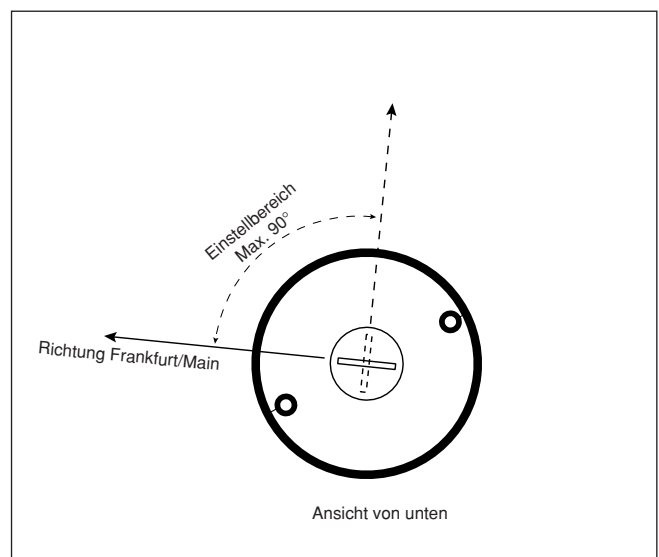
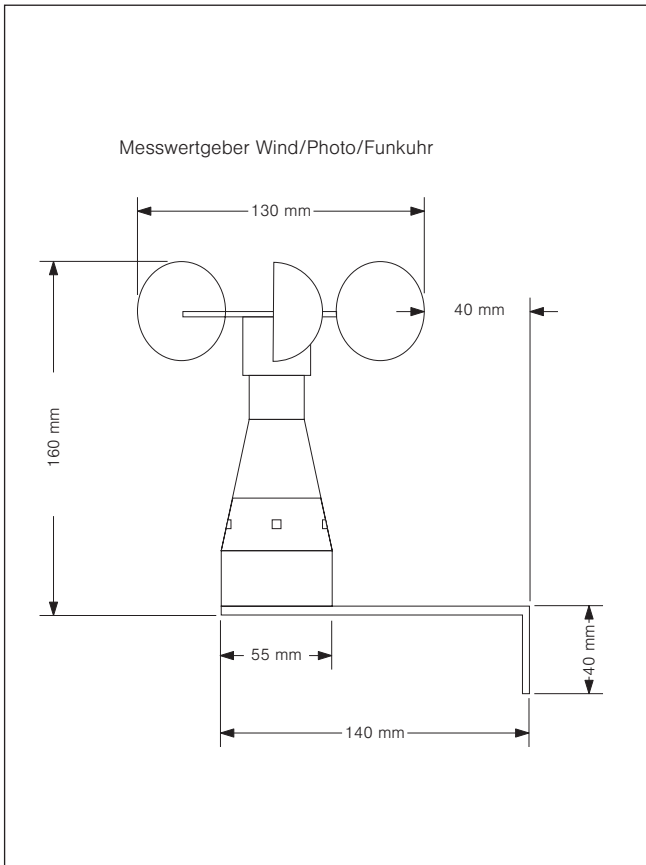
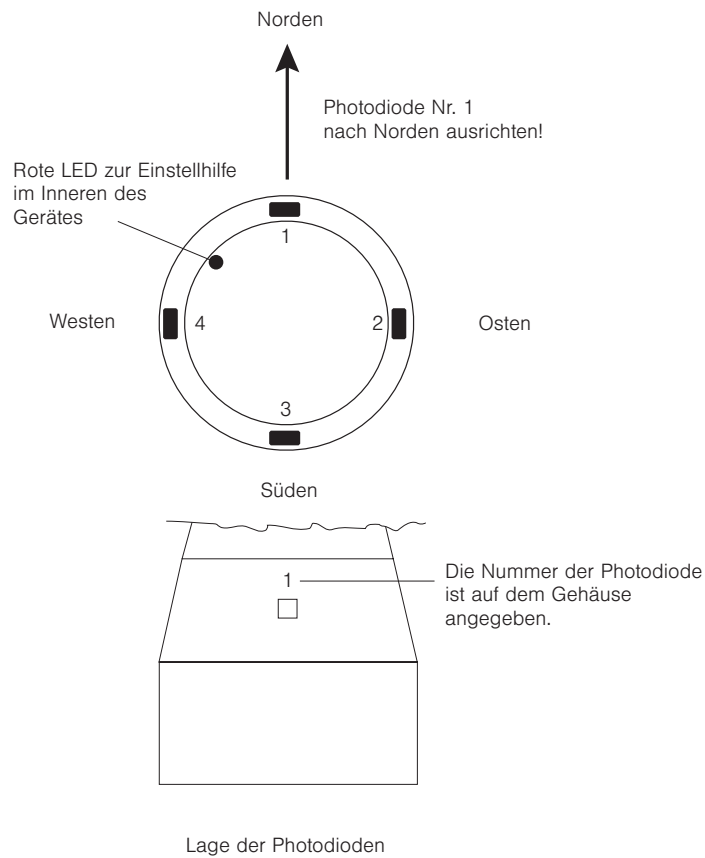

Abb. 2 Ausrichtung der Empfangsantenne
Abb. 4 Abmessungen
Abb. 6 Elektrischer Anschluss / Zuordnung der Adernfarben zu den einzelnen Photodioden
- Testen Sie vor der Montage des Messwertgebers den Montageort unbedingt auf seine Empfangsfähigkeit! Bestandteil des Gerätes ist eine Empfangsantenne, deshalb sollte es grundsätzlich mindestens 0,5 m von Steuergerät und 230 V AC Leitungen entfernt montiert werden. Am Gehäuseboden befindet sich eine weiße Kunststoffscheibe mit Nut. Durch Drehen der Scheibe mit einer Münze kann die Antenne im Inneren des Gerätes in einem Bereich von ca. 90° justiert werden. Idealerweise sollte die Nut in der Einstellscheibe in Richtung Frankfurt/Main zeigen (Abb. 2). Zur Einstellhilfe befindet sich zwischen der ersten und der zweiten Photodiode eine rote LED im Inneren des Gehäuses (Abb. 6). Wird das Zeitsignal empfangen, dann blinkt diese LED im Sekundentakt. Beachten Sie bitte, dass das Blinksignal bei starker Sonneneinstrahlung nicht sichtbar ist. Ob Sie ein korrektes Zeitletogramm empfangen, können Sie nicht am Blinken der LED erkennen, sondern erst nachdem Sie den Messwertgeber an Ihre Sonnenschutzzentrale angeschlossen und die Inbetriebnahme durchgeführt haben. Sollte der Empfang nicht einwandfrei sein, beachten Sie bitte folgende Hinweise:
- Die Photodioden im Messwertgeber müssen den gleichen Helligkeitsbedingungen ausgesetzt sein wie die zu steuernden Sonnenschutzbehänge. Richten Sie die Photodioden nach den zu verschattenden Gebäudefasaden aus (s. Abb. 4). Beachten Sie, dass die Photodiode Nr. 1 (Abb. 6), die für die Dämmerungsautomatik erforderlich ist, dabei möglichst nach Norden weist und nicht durch künstliche Lichtquellen beeinflusst werden kann.
- Der elektrische Anschluss erfolgt nach Abb. 6. Dort ist auch die Zuordnung der Fotodioden zu den Aderfarben der Anschlussleitung beschrieben. Grundsätzlich können Sie entweder eine, zwei, drei oder alle vier Photodioden (je nach Einsatzzweck) an Ihre Zentrale anschließen. Zur dämmerungsabhängigen Steuerung sollte die Photodiode 1 verwendet werden.